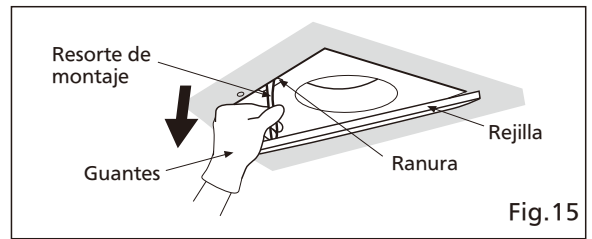
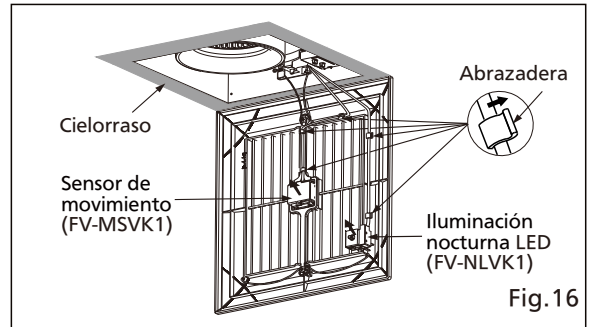

Fig. 15
Fig. 16
1. Para quitar la rejilla, jale hacia abajo uno de los resortes de montaje (Fig.15). Quite el otro resorte de montaje. (Para los modelos de enchufe FV-MSVK1 o FV-NLVK1: Jale hacia abajo el resorte de montaje que no está en el lado del cable principal, y quite el sensor de movimiento o iluminación nocturna LED como se muestra en la Fig.16) (Apriete el resorte de montaje y jale hacia abajo con cuidado)